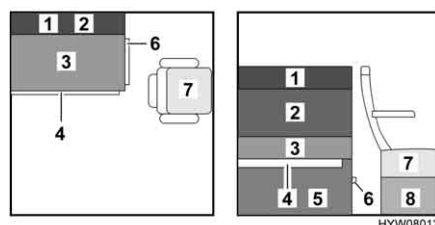

Fig. 108 Prima della trasformazione
- Sollevare leggermente il telaio portamaterasso (Fig. 108,4) ed estrarlo fino all'arresto.
- Sfilare il cuscino aggiuntivo (Fig. 108,1) dal cuscino dello schienale (Fig. 108,2). Il cuscino aggiuntivo è fissato a quello dello schienale tramite un nastro in velcro e può essere staccato con facilità.
- Spostare il sedile del conducente (Fig. 108,7) completamente in avanti.